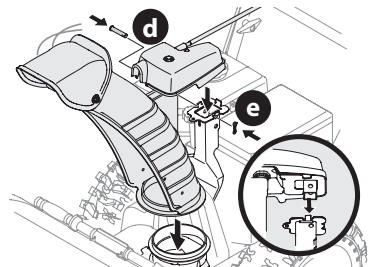

Figura 37
- Coloque el conjunto del canal sobre la base del canal y asegúrese de que la varilla de control del canal se encuentre arriba de la manija inferior. Asegure el cabezal de control del canal a la ménsula de soporte del canal con el pasador de horquilla (d) y el pasador de chaveta con unión curva que se extrajeron en el Paso 1 (Figura 37).